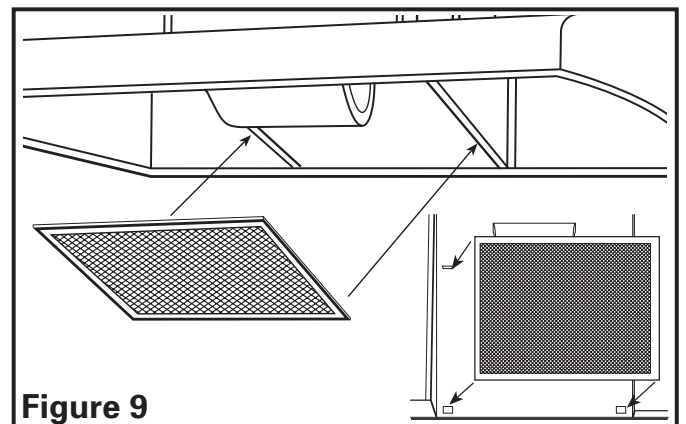

**Figure 8**
1. Raccorder les conduits au collet et au clapet de la hotte. Fixer en place en utilisant du ruban pour canalisations pour sceller tous les joints (**Figure 8**).